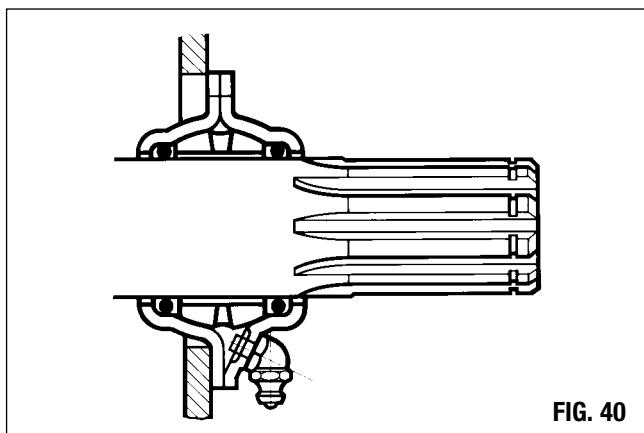

FIG. 40
- b. Remettez en place ou remplacez le roulement sphérique sans serrer les boulons. Meritor propose un nouveau roulement sphérique modèle III (N° de référence 15213430) qui retient son graissage et qui dure plus longtemps (Fig. 40).